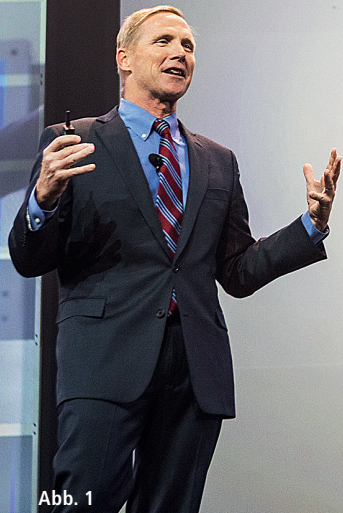
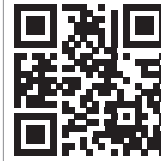

Abb. 1
Abb. 2
**Abb. 1:** Don Casey, CEO Dentsply Sirona, bei der Begrüßung der Teilnehmer der „Dentsply Sirona World 2019“ in Las Vegas, Nevada, USA. – **Abb. 2:** Mehrere Tausend Teilnehmer folgten der Einladung nach Las Vegas.